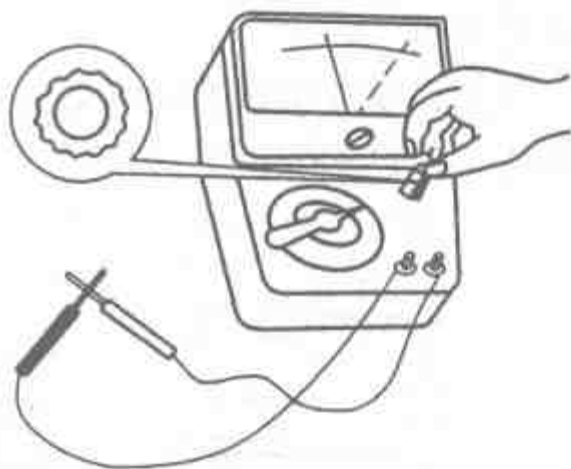

图1-19 进行欧姆调零
②按估计的被测电阻值选择电阻量程开关的倍率，应使被测电阻接近该挡的欧姆中心值，即使表针偏转在标度尺的中间附近为好，并将交、直流电压量程开关置于“ Ω ”挡。
③测量以前，先进行“调零”。如图1-19所示，将两表笔短接，此时表针会很快指向电阻的零位附近，若表针未停在电阻零位上，则旋动下面的“ Ω ”钮，使其刚好停在零位上。若调到底也不能使指针停在电阻零位上，则说明表内的电池电压不足，应更换新电池后再重新调节。测量中每次更换挡位后，均应重新调零。